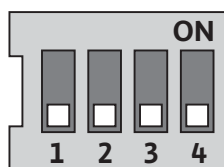

Fig. 33: Interruttori DIP
Gli interruttori DIP (fig. 14, pos. 6/fig. 33) si trovano sotto la copertura del corpo.